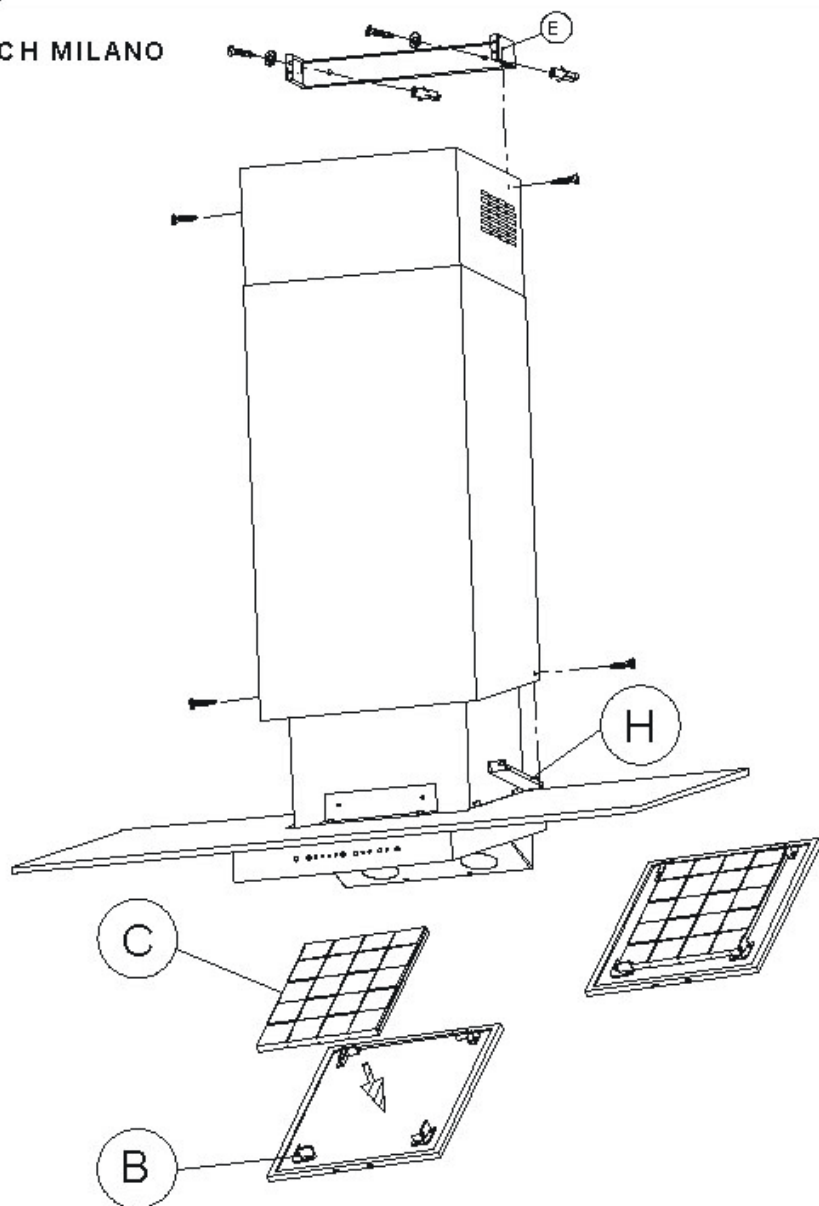

Fig. 3
- 5) Inserire il filtro "C" tramite i pomelli "B" Fig.3
MONTAGGIO CAMINO FIG.3
- 5) Setzen Sie den Filter „C“ mittels der Knaufe „B“ Abbildung 3 entsprechend ein.
MONTAGE DES SCHACHTES GEMASS ABB. 3